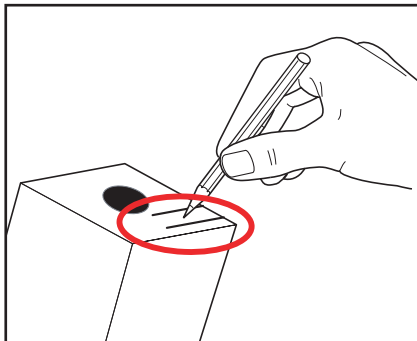

Fig. 4
6. Skriv minst opp utløpsdatoen på produktpakken (fig. 4).